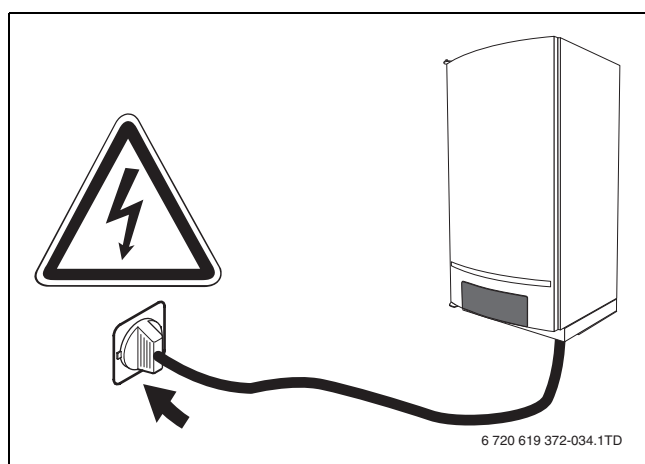

Fig. 43 Inserire la spina
- Inserire il connettore di rete in una presa con contatto di protezione (230 V AC/50 Hz) (→ fig. 43).